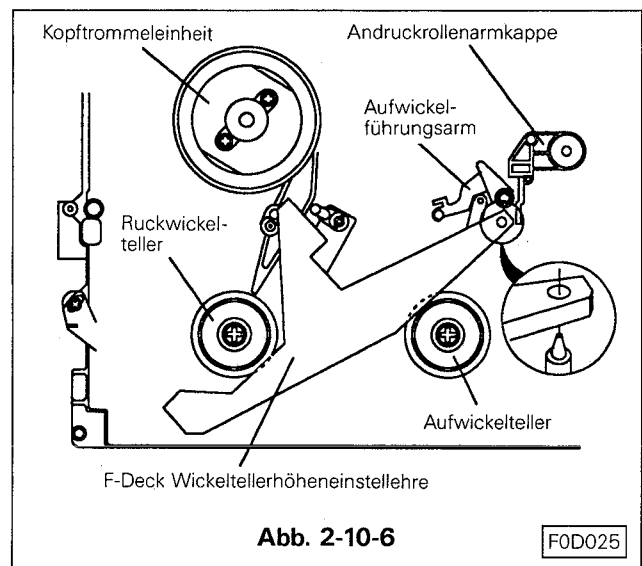
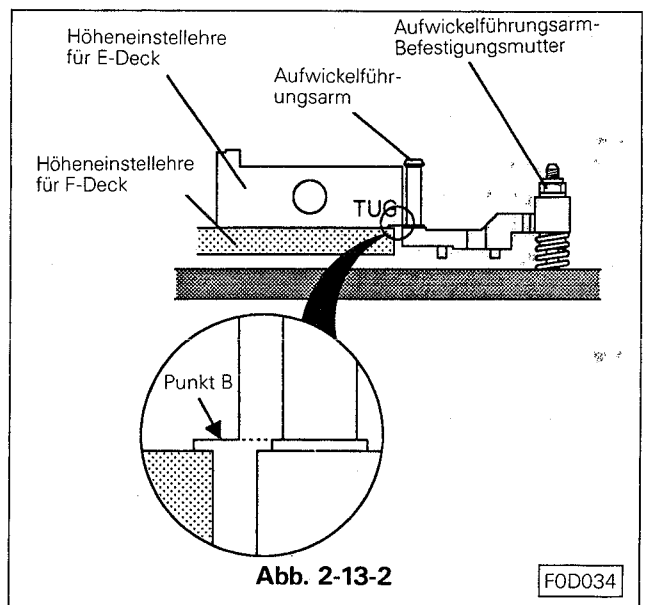

Abb. 2-10-6
Abb. 2-13-2
- J. Die Wickeltellerhöhen-einstellehre (Best. -Nr. 859C342020) in die entsprechende Position Punkt A einsetzen: (Siehe Abb. 2-10-6)
- Die Wickeltellerhöheninstellehre (Best. -Nr. 859C342020) in die entsprechende Position Punkt A einsetzen. Siehe Abb. 2-10-6.
- Die Wickeltellerhöheninstellehre für das F-Chassis einsetzen, (siehe Abb. 2-10-6) die Höhe des Bandführungsarms mit der Befestigungsschraube so einstellen, daß die untere Flanke des Führungsbolzens gleiche Höhe hat mit dem Punkt B für das F-Chassis. (Siehe Abb. 2-13-2)